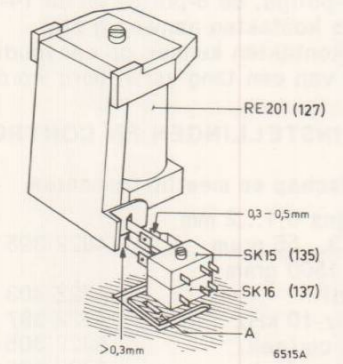

Fig. 10
- Bij afgefallen magneet moet de afstand tussen de geopende contacten van schakelaars SK15/SK16 (135/137) 0,3-0,55 mm zijn. Instellen door verbuigen van de contacten (Fig.10).
- Bij afgefallen magneet moet de afstand tussen de aanslagplaat van elektromagneet RE201 (127) en het middencontact van schakelaars SK15/SK16 (135/137) groter dan 0,3 mm zijn. Instellen door lip A te verbuigen.